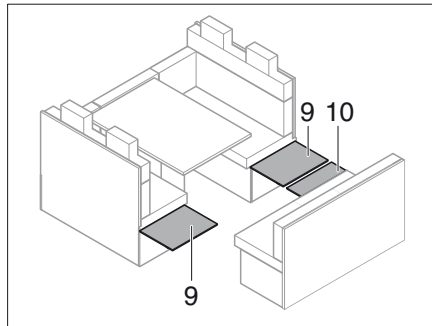

Bild 230 Fäll ut sidoväggar
- Fäll ut den långsgående bänkens sidoväggar (Bild 230,9) och främre vägg (Bild 230,10).